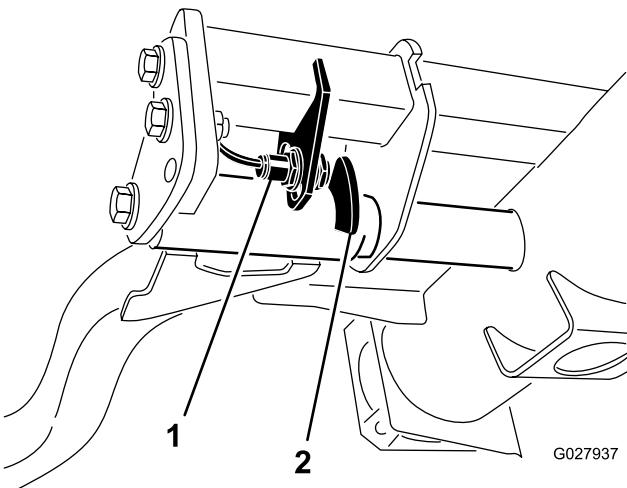

図 34
- 昇降アームのスイッチは、油圧のメインタンクの下にある右前昇降アームの後ろ側に装着されている図 34。
- スイッチの取り付けネジ図 34 をゆるめ、スイッチの位置を下げるごとに、昇降アームの旋回高さが長くなり、上げると、昇降アームの旋回高さが短くなる取り付けボルトを締め付ける。